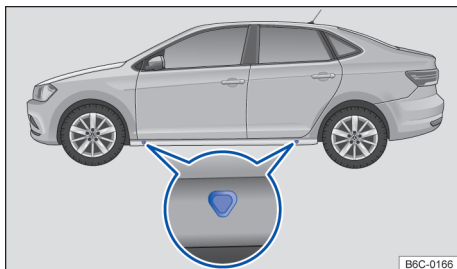

Fig. 165 Pontos de apoio do macaco.
O macaco somente pode ser posicionado nos pontos de apoio indicados (marcação na carroceria) → Fig. 165. É válido o ponto de apoio localizado próximo à roda correspondente → ⚠.
7. Procurar sob o veículo o ponto de apoio do macaco → Fig. 165, mais próximo da roda a ser trocada.